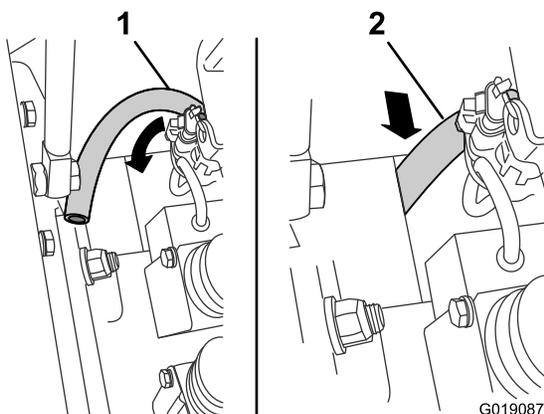

Figura 55
- Limpie el extremo del tubo de vaciado, tire del tubo hasta el compartimiento del motor, y colóquelo en la posición de almacenamiento (Figura 55).